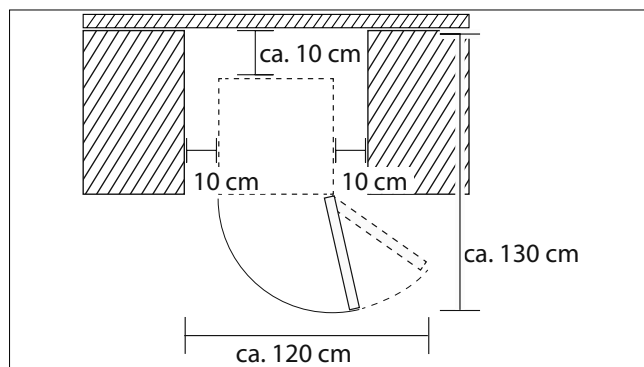

Fig. 3 – Dimensioni necessarie della stanza
- In fase di posizionamento considerare l'ingombro dell'apparecchio: per assicurare un'aerazione sufficiente, è necessario mantenere una distanza di almeno 30 cm dal soffitto e di 10 cm dalle pareti laterali e da quella posteriore. Per aprire completamente la porta del vano frigorifero, il locale deve presentare le seguenti dimensioni (vedere Fig. 3).